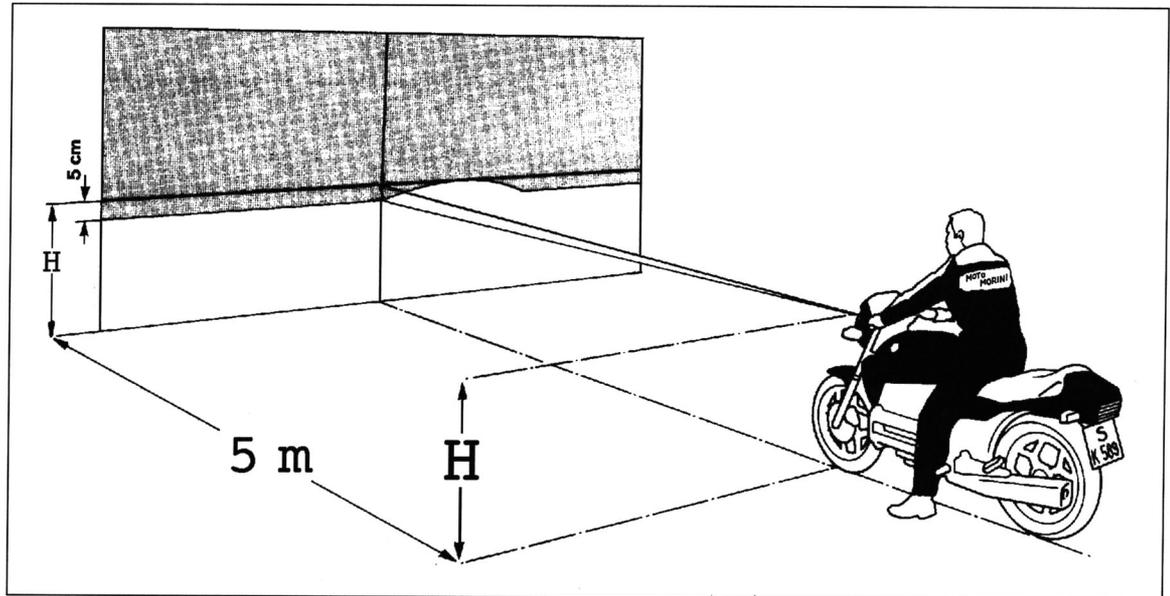

Bild 84
- **Seiteneinstellung** des Scheinwerfers durch Ein- oder Ausdrehen der Einstellschraube ① Bild 84 vornehmen.